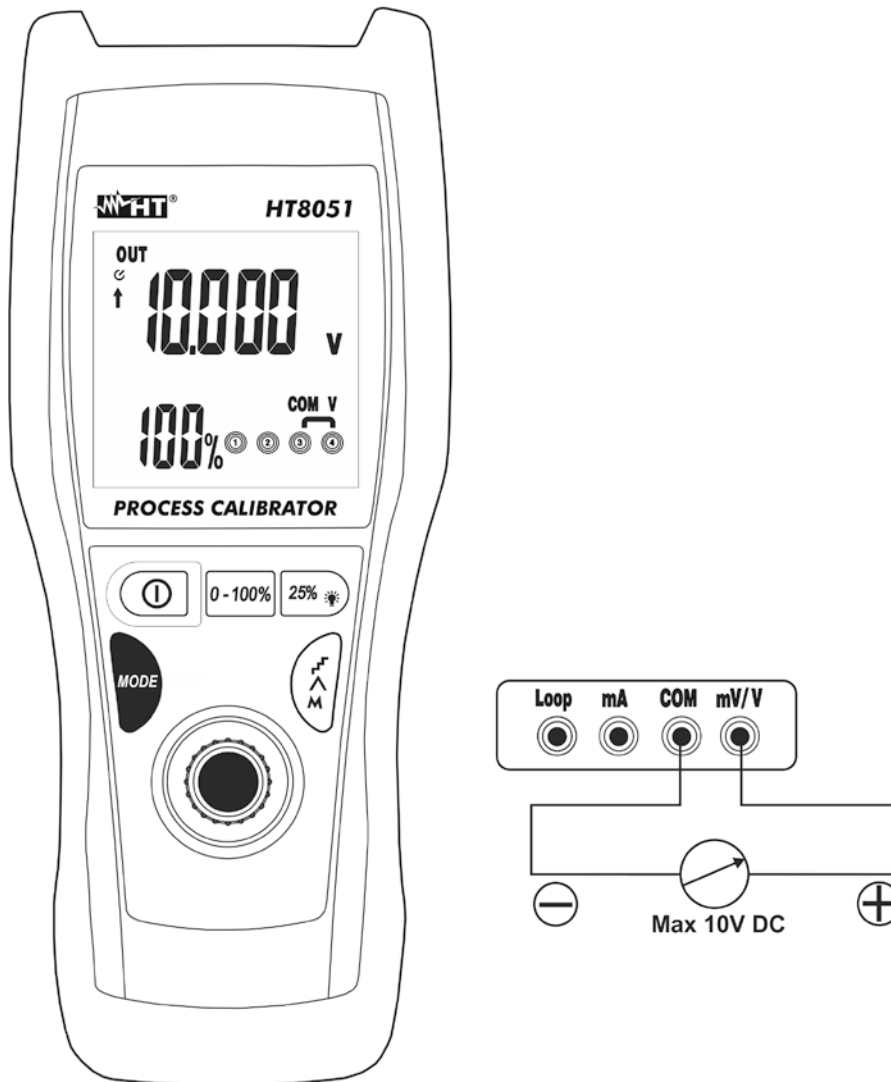

Abb. 4: Erzeugung von DC Spannung
4. Verbinden Sie die grüne Messleitung und die schwarze Messleitung mit dem positivem und negativem Potenzial des externen Messgerätes (siehe Abb.4).
5. Zur Erzeugung eines negativen Spannungswerts wechseln Sie die Messleitungen in die umgekehrte Richtung in Bezug auf die Verbindung in Abb.4